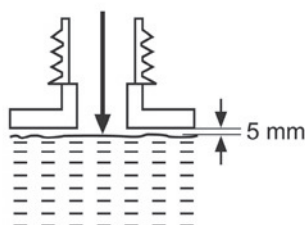

Fig. 22
- > No llene en exceso y deje aproximadamente 5 mm de espacio con respecto al borde inferior para permitir que el lubricante se expanda (Fig. 22).